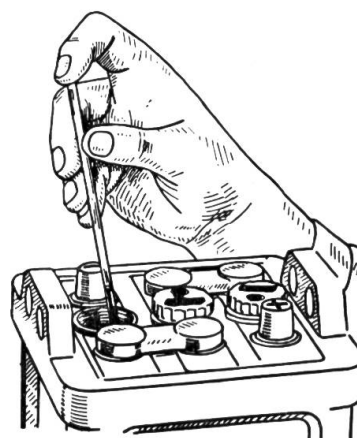

Fig. 3:
3. Säureniveau regelmässig mittelst Glasröhrchen (Fig. 3) oder sauberem Holzstab kontrollieren (im Sommer jede Woche, im Winter alle 2 Wochen). Die Säure muss die Platten um 6 bis 10 mm überdecken. Verdunstete Flüssigkeit darf nur durch destilliertes Wasser, nie durch gewöhnliches Regen- oder Schneewasser ersetzt werden. Säure darf nur nachgefüllt werden, wenn solche ausgelaufen ist. (Fachmann beiziehen!)